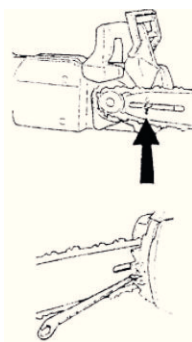

рис. 4
3. Установите крышку сцепления. Убедитесь, что ведущие звенья цепи правильно зацеплены с ведущей звездочкой, и что цепь находится в направляющем пазу шины. Завинтите от руки гайку крепления шины. Натяните цепь с помощью комбинированного ключа. Поворачивайте регулировочный винт по часовой стрелке. Цепь следует натягивать до устранения провисания с нижней стороны шины (**см. рис. 4**).